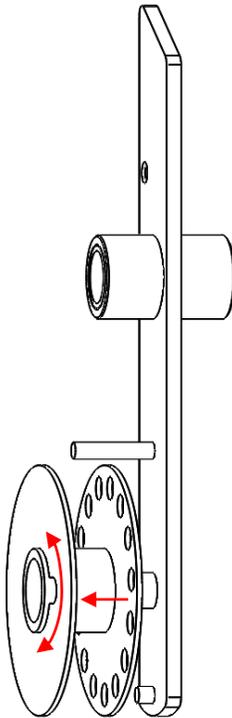

Abbildung 3-1, Rollenarm-Spule
3. Stränge einstellen. Ziehen Sie die Spule am Rollenarm und drehen Sie sie nach Bedarf, um die Stränge anzuziehen oder zu lösen (siehe Abbildung 3-1).